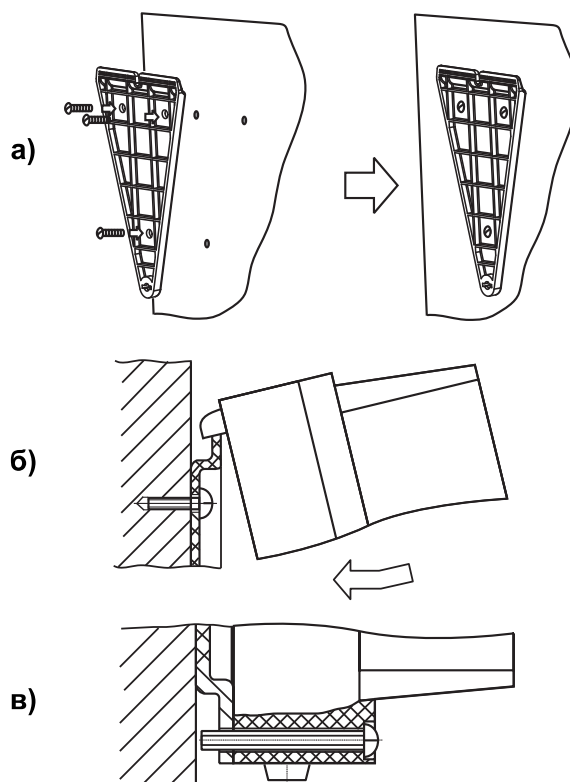
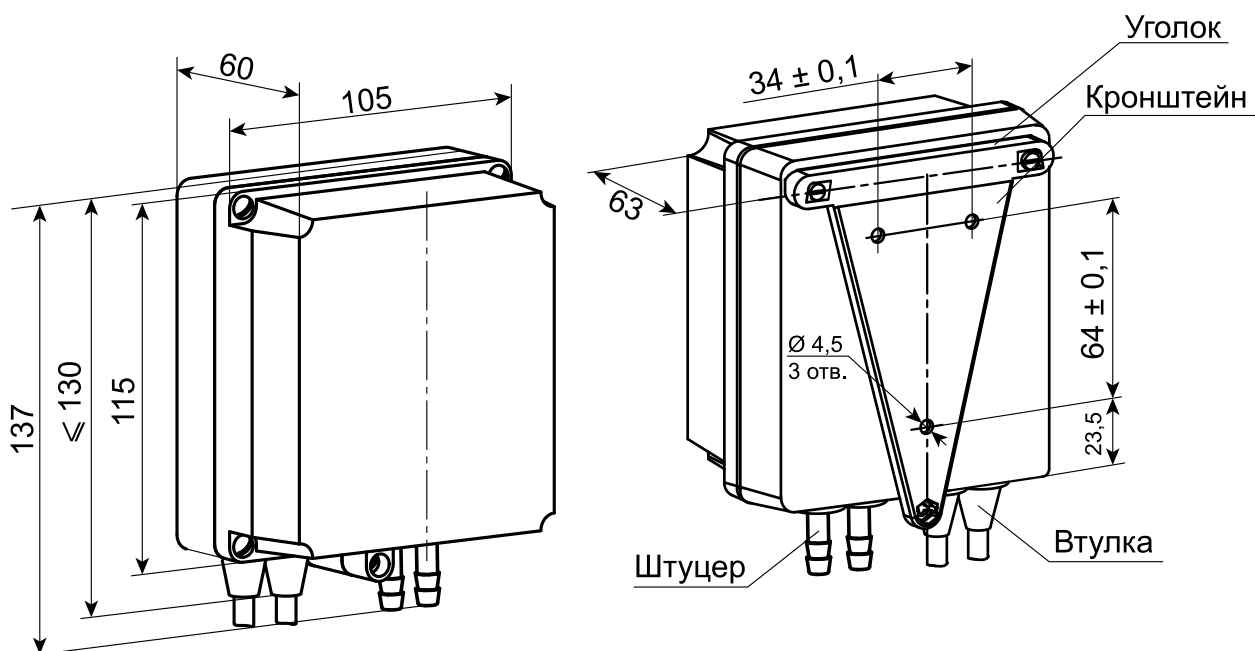

Рисунок 4.2 – Монтаж преобразователя настенного исполнения
Рисунок 4.3 – Габаритные и установочные размеры преобразователя настенного исполнения
1. Закрепить кронштейн тремя винтами М4×20 на подготовленной поверхности, см. рисунок 4.3 и рисунок 4.2, а.
3. Прикрепить преобразователь к кронштейну винтом М4×35 из комплекта поставки (рисунок 4.2, в).